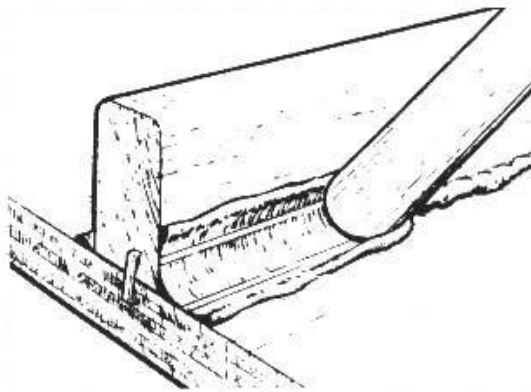

Figura 3-10 Modele y alise el filete con una herramienta de filetear redondeada
3. Modele y alise el filete a lo largo de la junta con una herramienta de filetear redondeada (un bastón mezclador) arrastrando el material excedente delante de la herramienta y dejando un filete suave en forma de media caña con un margen limpio a cada lado. Algo del material de fileteado excedente quedará fuera de los márgenes (*Figura 3-10*). Use el material excedente para rellenar huecos. Alise el filete hasta quedar satisfecho con su aspecto. Un bastón de mezclar producirá un filete de unos 9mm de radio. Para filetes de mayor tamaño, se recomienda una Espátula de Plástico 808 cortada al perfil requerido o doblada al radio deseado.